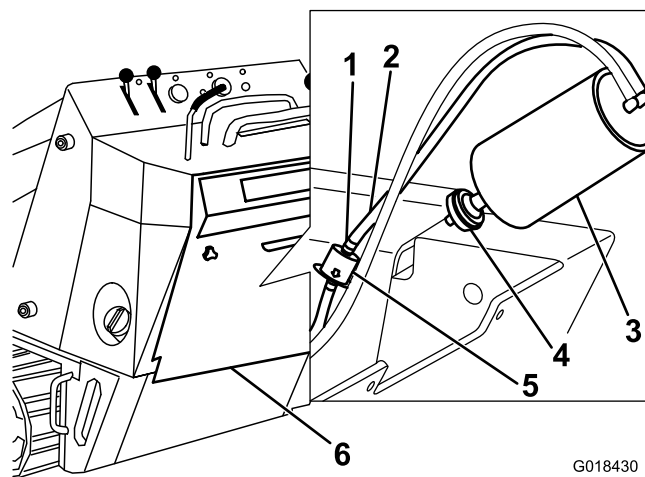

Figura 33
4. Togliete il filtro dell'aria del canister a carboni attivi e gettatelo (Figura 33).
- Montate un nuovo filtro sul canister a carboni attivi (Figura 33).
- Spostate le fascette stringitubo a molla su entrambi i lati del filtro della linea di spurgo del canister a carboni attivi lontano dal filtro (Figura 33).
- Togliete il filtro della linea di spurgo e gettatelo (Figura 33).
- Montate un nuovo filtro nel flessibile con la freccia del filtro rivolta nella direzione opposta al canister a carboni attivi e fissatelo con le fascette stringitubo (Figura 33).